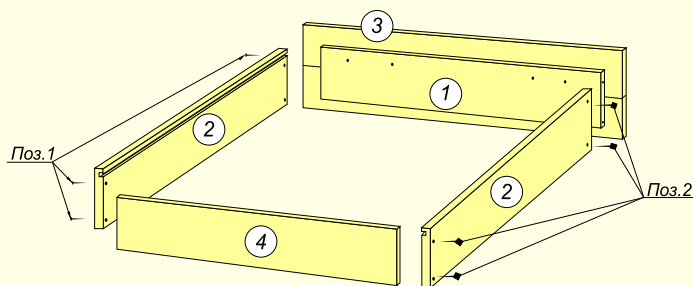

Рис. 1
3. Сборку ящика следует начинать со сборки каркаса ящика из боковых стенок. Рис. 1.
- а) к передней стенке ящика поз. 1 (скреплена с фасадом) с помощью двух саморезов 4x32 закрепите боковую стенку поз. 2 (см. рис. 1 расположение паза).